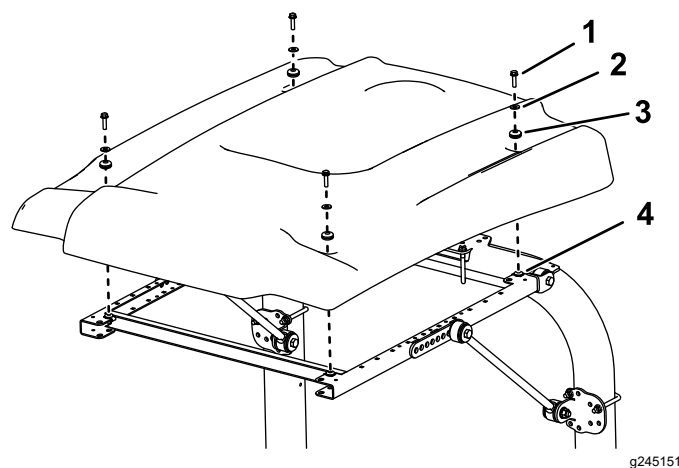

Рисунок 14
16. Выравнивая монтажные отверстия, расположите солнцезащитный навес на раме, как показано на Рисунок 14.
17. Установите каждый угол солнцезащитного навеса на раму с помощью болта с фланцевой головкой (5/16 x 1 1/4 дюйма), малой шайбы и уплотнительной втулки, не затягивая их (Рисунок 14).